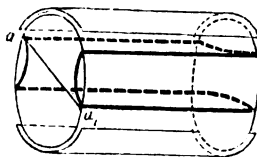

Fig. 2.
8. Recentemente *Max Déri* (5) abbinando i due metodi della variazione del numero dei poli e della variazione di resistenza nell'armatura, ha costruito un motore originale, il quale parte sotto carico senza richiedere inserzioni di resistenze esterne (fig. 2).